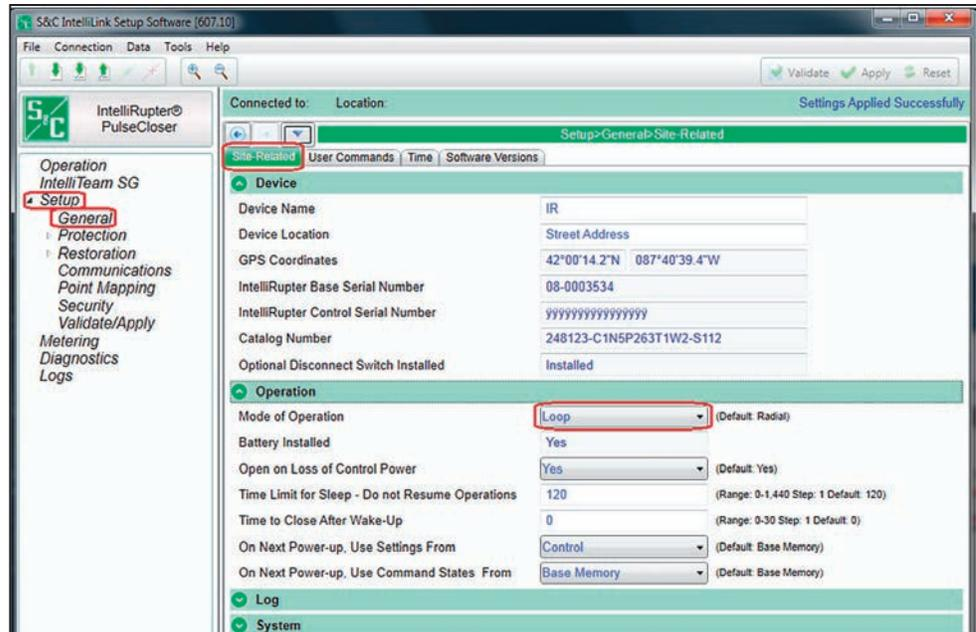
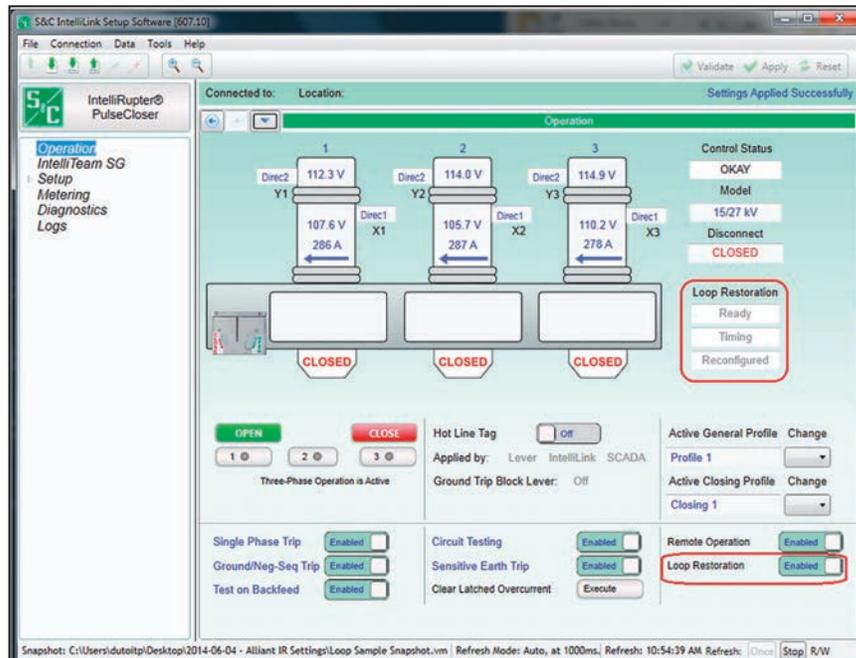

Figura 67. La pantalla *Setup>General>Site Related*.
Figura 68. La información del Restablecimiento del Anillo en la pantalla *Operation*.
PASO 3. En la pantalla *Setup>General>Site Related* (*Configuración>General>Relacionado con el Sitio*), configure el punto de ajuste **Mode of Operation** (**Modo de Operación**) al modo **Loop** (**Anillo**). Vea la Figura 67. Esto pone la información del modo **Loop Restoration** (**Restablecimiento del Anillo**) en la pantalla *Operation* (*Operación*). Vea la Figura 68.